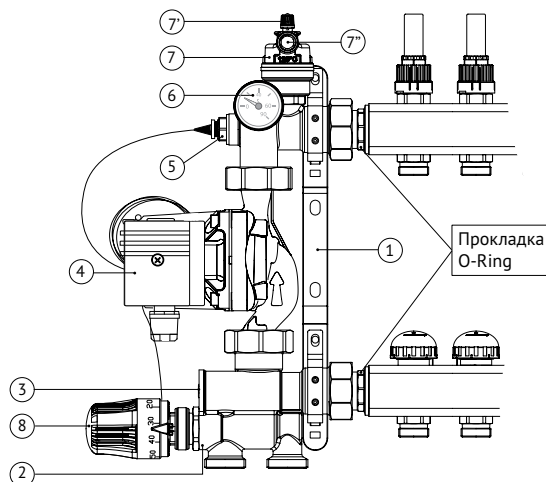
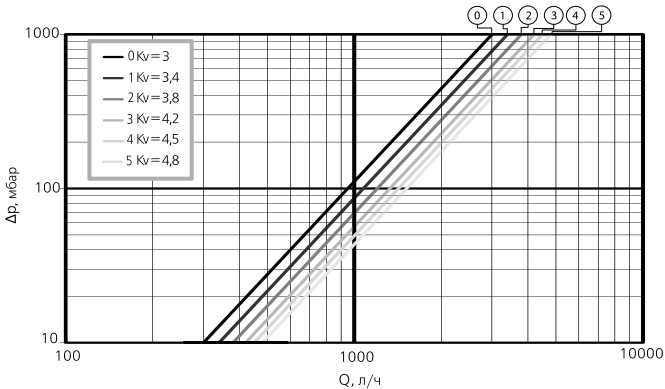

Рис. 2
Рис. 3
Чёрный колпачок сверху (см. рис. 2 поз 7') – это запорный элемент ручного воздухоотводчика. Серый винтик сбоку (см. рис. 2 поз 7'') – это запорный элемент автоматического воздухоотводчика. Для правильной работы воздухоотводчика группы при заполнении системы нужно закрыть автоматический и открыть ручной воздухоотводчик. После заполнения необходимо закрыть ручной воздухоотводчик, закрутив его запорный элемент, и открыть автоматический клапан воздухоотводчика.
2. При помощи монтажного кольца головки закрепите её на смесительном клапане (рис. 2 поз. 2).
3. Поместите датчик в гнездо температурного датчика (рис. 2 поз. 5).
Настройка байпаса: согласно приведённой ниже диаграмме (рис. 3), расходу 1032 л/ч, соответствуют 6 разных кривых ΔP_{valv} при разных настройках байпаса (рис. 2 поз. 3): чем меньше открыт байпас, тем быстрее достигается требуемая температура на подаче, и наоборот, при максимально открытом байпасе увеличивается расход и одновременно сокращается колебание температуры подачи, связанное с открытием–закрытием различных зон, на которые разделяется система отопления.